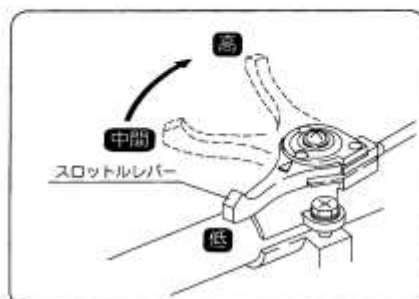

図12
- スロットルレバーをゆっくり「低→高」位置にします。(図12)